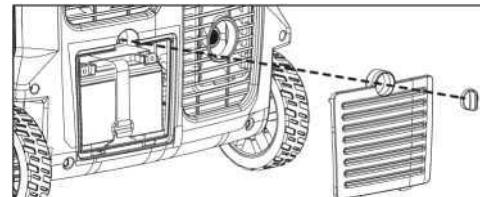

Рисунок 9
Глушитель установки имеет искрогаситель. Проверяйте и очищайте его как минимум 1 раз в год (Рис. 9). При регулярном эксплуатировании установки, проверяйте его более часто.
- Откройте защитную крышку, ослабьте ремень и вытащите аккумулятор (рис. 9.)